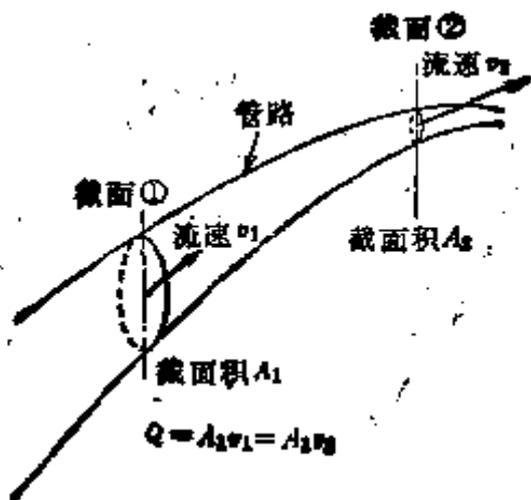

图5.5
**【解说】** 在管内连续流动的流体，与管的截面积大小无关，流量总是相等的法则称为连续法则。在图5.5中，截面①处流动的流体流量为  $A_1 v_1$ ，截面②处流体流量为  $A_2 v_2$ 。若流体在截面①处没有损失时，截面①、②两处流量相等。
**【例题】** 如图5.5所示，设截面①处面积为  $100 \text{ cm}^2$ ，流体的平均速度为  $v_1 = 5 \text{ m/s}$ ，截面②处面积为  $10 \text{ cm}^2$ ，试求截面②处流体的平均速度和流量是多少？
**【解答】** 将  $A_1 = 100 \text{ cm}^2$ ， $v_1 = 5 \text{ m/s}$ ， $A_2 = 10 \text{ cm}^2$  代入 (1) 式，得
【例题】在图 5.5 中, 管内流量为  $1 \text{ m}^3/\text{s}$ , 截面①处流速为  $2 \text{ m/s}$ , 截面②处流速为  $10 \text{ m/s}$ , 求截面①、②处截面直径是多少?